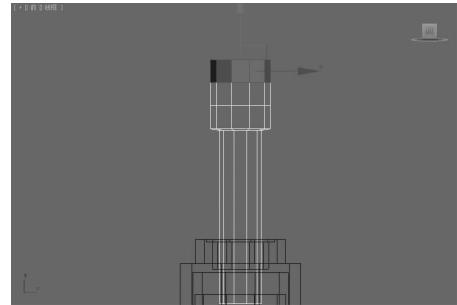

图5-98 选中多边形▲
(5)单击“选择”卷展栏中的“多边形”按钮,在前视图中选中如图5-98所示的多边形。